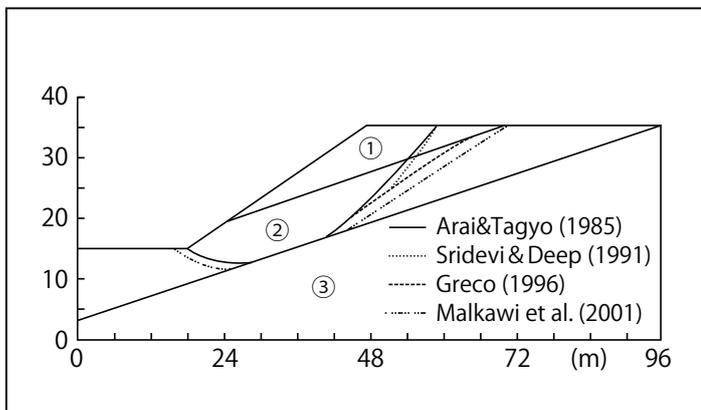
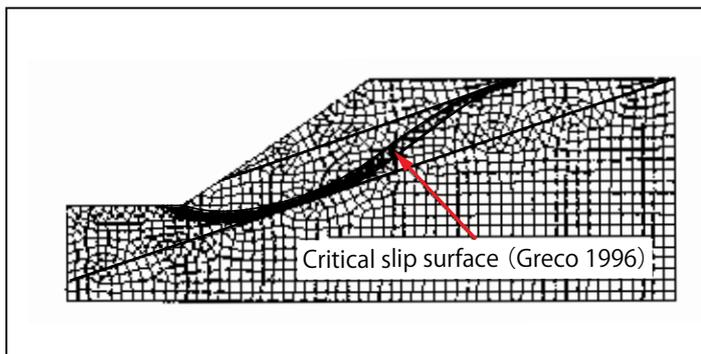

図3 傾斜した地層構造を持つ斜面
図4 傾斜した地層構造を持つ斜面の臨界すべり面
これまで、分割法とSSR-FEMによる結果を比較して、斜面安定評価においてSSR-FEMの有効性は多くの文献に示されている。ここで、一例のみをあげて説明する。これは図3に示すように傾斜した地層構造をもつ斜面であり、層①と層③の間にせん断強度が小さい層②がはさまれている。層①～③の粘着力及び内部摩擦角はそれぞれ29.4 kN/m2、9.8 kN/m2、294kN/m2、及び12°、5°、40°であり、単位体積重量は共に18.82kN/m3である。多くの研究者はこの例を用いて様々な分割法および臨界すべり面探索法を検証してきた。SSR-FEMにより全体安全率を計算し、破壊直前の最大せん断ひずみ増分の分布から臨界すべり面位置を決定した。計算された全体安全率を表1に示す。図4に示すように、SSR-FEMによる臨界すべり面は、Grecoが探索した臨界すべり面とよく一致している。特に斜面天端付近にある臨界すべり面の一部は層①と層②の境界面に沿っていることをよく表現している。しかしながら、分割法を用いて安全率を計算し、最適化手法により探索した6つの臨界すべり面（これらのうち4つが図4に示されている）のうち、SSR-FEMによる臨界すべり面とほぼ一致したのは、2つ（これらのうち一つが図4に示されている）しかないことがわかる。したがって、解析の前に、すべり面の形状をあらかじめ仮定する必要がないSSR-FEMのような安定解析法は他の手法に比べてより優位にあると考えられる。